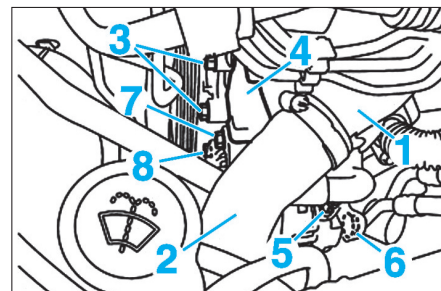

Fig. 4
- le tube d'entrée d'air (1) (Fig.4).
- Écarter la durit (2).
- Déposer les vis de fixation (3) et le support de flexible (4).
- Débrancher le connecteur de l'alternateur (5).
- l'écrou de l'alimentation (6) et écarter le faisceau,
- la vis de fixation supérieure (7) de l'alternateur (8).